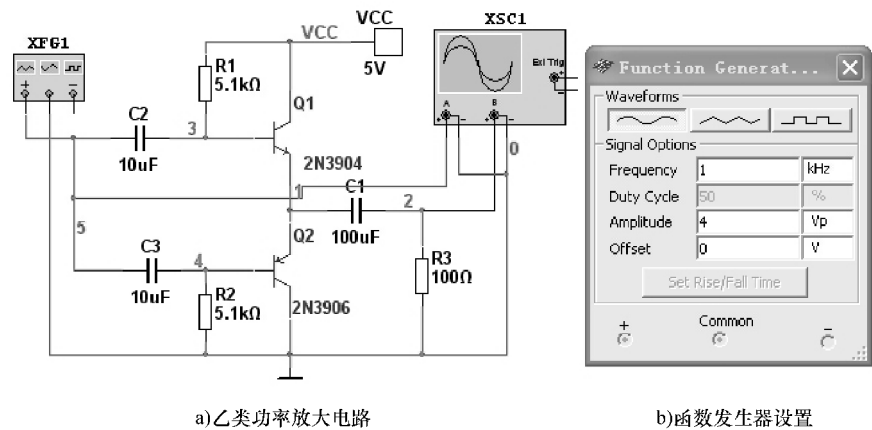
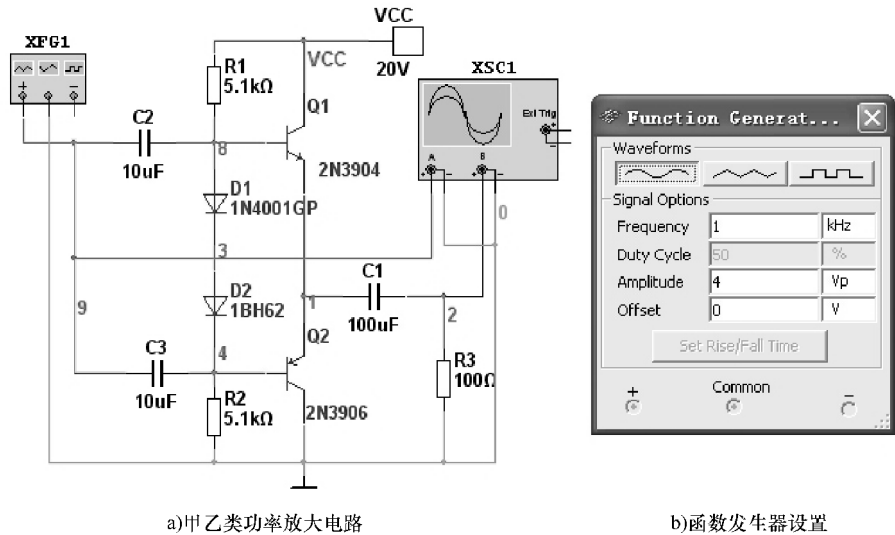

图 6-29 零偏置乙类功率放大电路及函数发生器设置
图 6-30 甲乙类功率功率放大电路及函数发生器设置
晶体管为零偏置的乙类功率放大电路如图 6-29 所示，由于晶体管输入特性存在死区电压，输出信号就会出现交越失真。如果把静态工作点设置得比截止点稍高一些，使放大器工作在甲乙类放大状态，就可有效地消除交越失真，如图 6-30 所示。
2. 搭建零偏置乙类功率放大仿真电路(见图 6-29)和甲乙类功率放大仿真电路(见图 6-30)
- (1) 图 6-29 中,函数发生器按图 6-29b 所示进行设置。
- (1) 图 6-30 电路中，函数发生器按图 6-30b 所示进行设置。